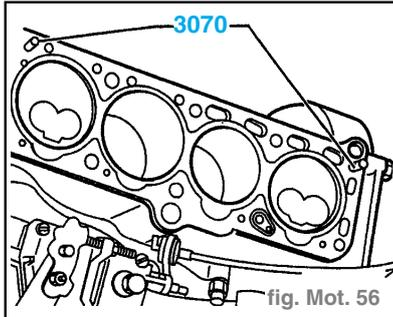

fig. Mot. 56
- Pour le centrage, visser les pivots de guidage de l'outil VAG 3070 ou FORD 21-003 dans les alésages extérieurs du côté admission. (fig. Mot. 56)